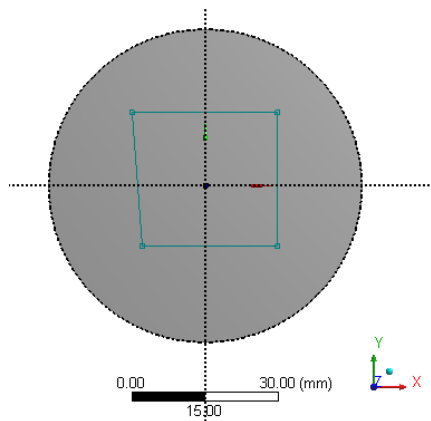

图 2-48 绘制四边形
- 步骤 01** 选择 Draw (绘图) 面板中的  Line (直线) 命令, 绘制如图 2-48 所示的四边形, 其中上下两条直线水平, 右侧一条垂直, 而左侧一条倾斜。